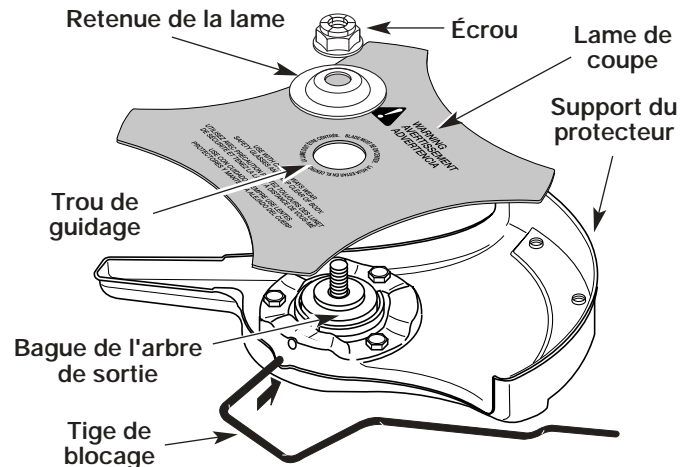

Fig. 16
1. Placez la lame de coupe sur la bague de l'arbre de sortie (Fig. 16).